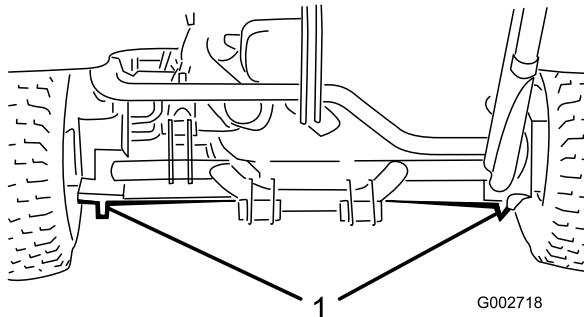

Bild 21
- Linke und rechte Seite: Unter dem hinteren Radmotor oder dem Rahmen (Bild 21).